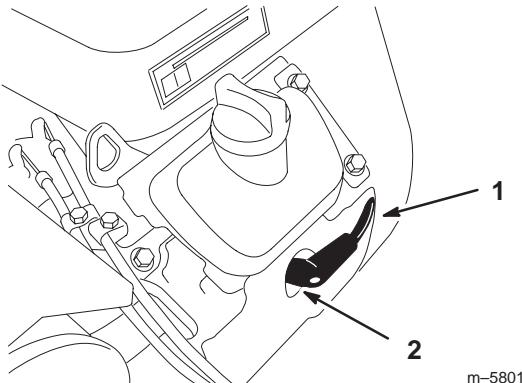

Figure 41
2. Débranchez les fils des bougies (Fig. 41). Nettoyez la surface autour des bougies pour éviter que des impuretés n'endommagent le moteur en tombant à l'intérieur.
- Connectez les fils aux bougies (Fig. 41).